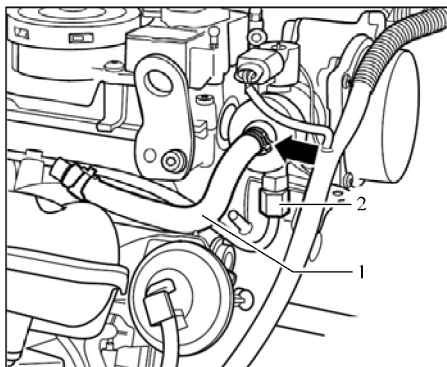

图 19-7 断开高低压油管
4) 松开弹簧卡箍（箭头），拔下供油软管 1，如图 19-7 所示。